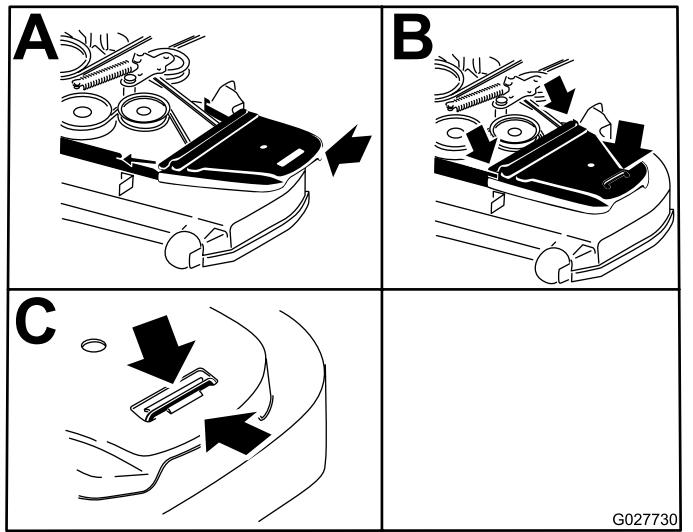

Bild 74
- Bringen Sie die Riemenabdeckungen wieder an (Bild 74).